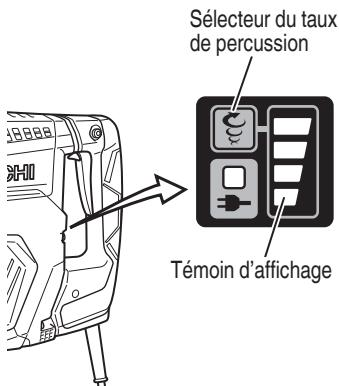

Fig. 11
11. Réglage de la fréquence de percussion du martelage (Fig. 11)